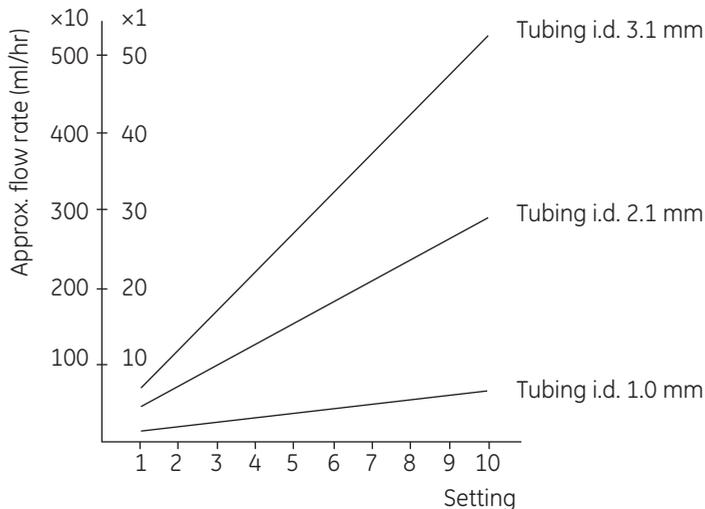

Figura 4.2: Guia do débito
Peristaltic Pump P-1 possui dois intervalos de débito para cada diâmetro da tubagem. O intervalo adequado é escolhido ao definir o **Interruptor de débito** para **×1** ou **×10**, fornecendo uma variação do débito de dez vezes. O débito pretendido é, então, definido com o **Potenciômetro do débito**. Para efectuar uma estimativa da definição adequada, consulte Figura 4.2.
- 3 Defina um débito aproximadamente equivalente ao pretendido (consulte Figura 4.2).